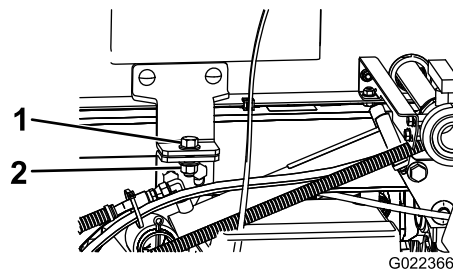

Figura 82
5. Retire os parafusos de segurança da parte frontal do patim (Figura 82).